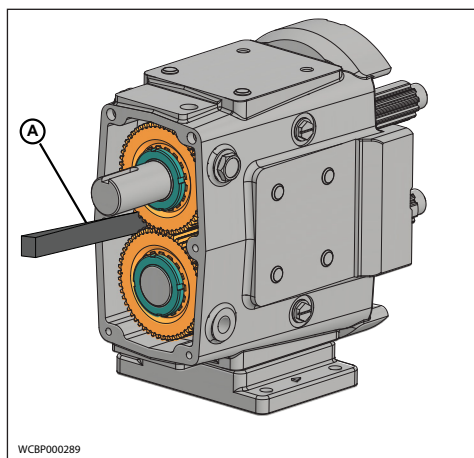

Figure 70 - Blocage de la rotation de l'arbre
1. Empêchez les arbres de tourner en plaçant une cale entre les engrenages (figure 70, repère A).